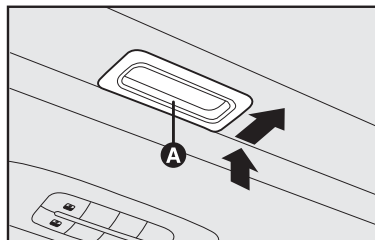

fig. 103
- actúe en el asidero **A-fig. 103** en la posición de cerrar;